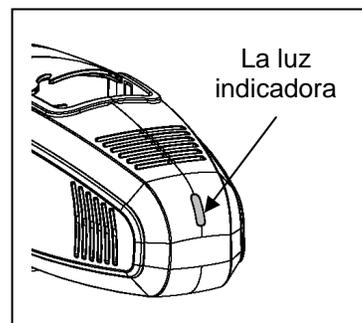

Fig. 5
5. Tenga en cuenta la luz indicadora que esta en la parte de atras de la bomba. Esta luz indica si si o no la UV está encendida o apagada. Fig. 5